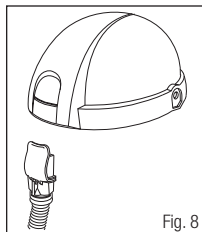

Fig. 8
2. Insérer l'extrémité rectangulaire du tuyau de respiration L-122 3M™ dans l'admission d'air de la pièce faciale de série L. Appuyer jusqu'à ce que le collier de serrage s'enclenche (Fig. 8).